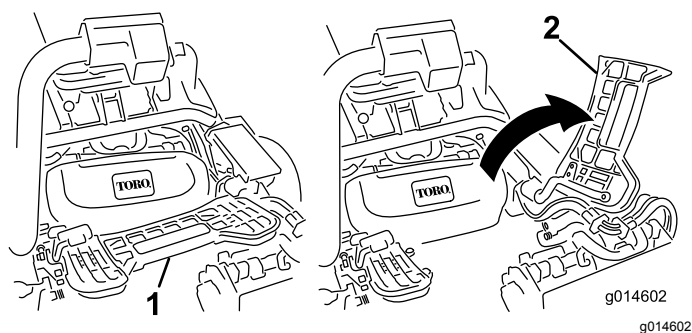

Figura 30
2. Sollevate il poggiapiedi e ruotatelo fino all'apertura, per consentire l'accesso alla posizione dell'apparato di taglio centrale. (Figura 30)